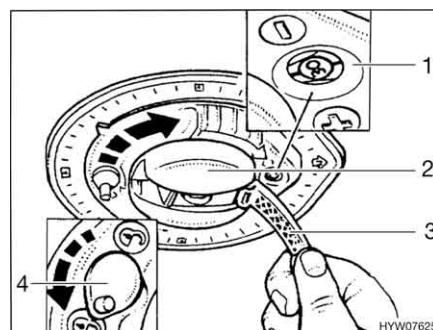

Fig. 15 Regolazione dell'angolo di inclinazione
- Ruotare eventualmente il bloccaggio (Fig. 15,4) del dispositivo di rilevamento in posizione " lås ".
- Ribaltare la maniglia (Fig. 15,3) della manovella (Fig. 15,2).
- Ruotare la manovella in senso orario servendosi della maniglia finché nella finestra di controllo (Fig. 15,1) è visibile il grado di inclinazione rilevato.
- Ruotare la manovella in senso antiorario servendosi della maniglia finché nella finestra di controllo (Fig. 15,1) non è visibile una casa nera "". Quando l'antenna è completamente abbassata si incontra resistenza.